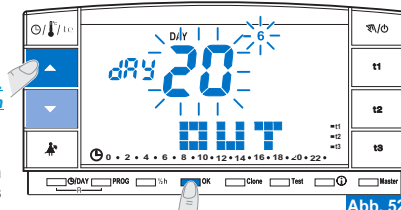

Abb. 52
- Bestätigen Sie die Einstellung mit der **OK**-Taste (Abb. 52).